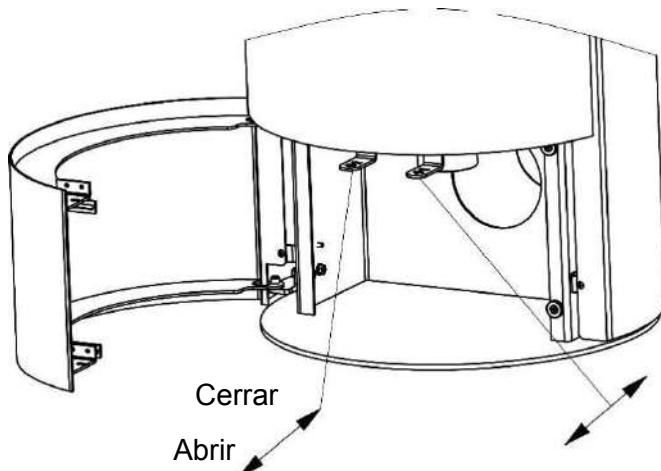

Figura 8
- 3) Una vez que la leña esté totalmente encendida, después de unos 2 minutos, ajuste el aire según sea necesario como se muestra en la figura 8: